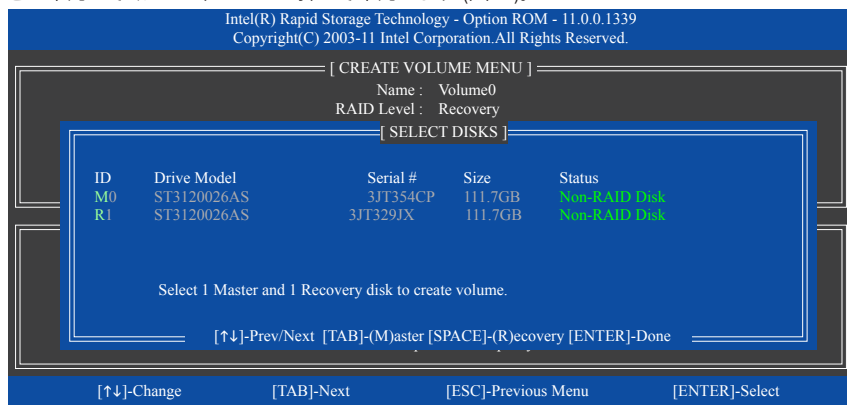

図 10
**Select Disks** アイテムの下で、<Enter>を押します。**SELECT DISKS** ボックスで、マスタドライブに対して使用するハードドライブには<Tab>を押し、リカバリドライブに対して使用するハードドライブには <Space> を押します。(リカバリドライブの容量がマスタドライブの容量より大きいことを確認してください) <Enter>を押して確認します (図 10)。